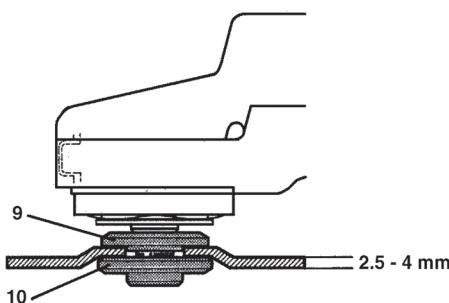

Fig. 4
Fig. 4 og 5 viser montering av flensen (10) ved bruk av tykk (4-8 mm) og tynn (2,5-4 mm) skive. Du kan montere følgende slipeskiver på denne slipemaskinen.